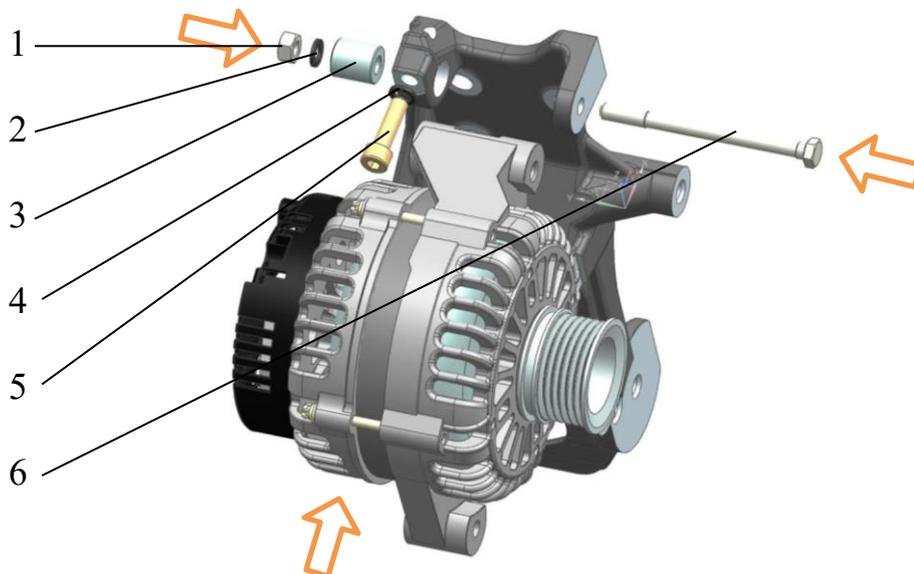

Рис.194. Установка генератора:
– совместить отверстия в кронштейне крепления агрегатов и проушине генератора и установить болт 6 (рис.194) в отверстия кронштейна крепления агрегатов и проушины генератора. На болт 6 установить втулку 3.